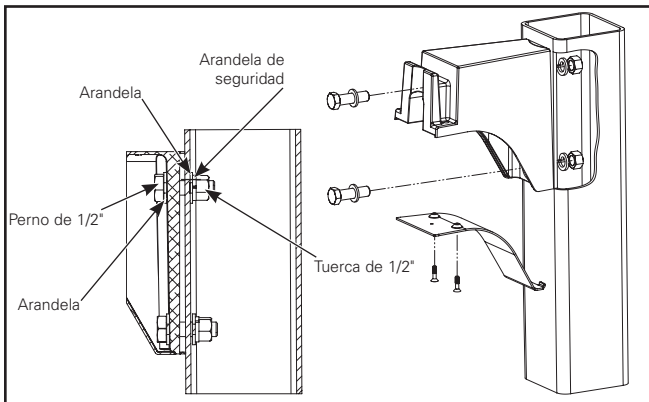

Figura 2.
- Monte el brazo en el poste redondo o cuadrado utilizando los pernos largos de 1/2" x 1-3/4", arandelas y tuercas provistos como se muestra en la (Figura 2). Apriete los pernos a 40 pies-libras (55 N-M).